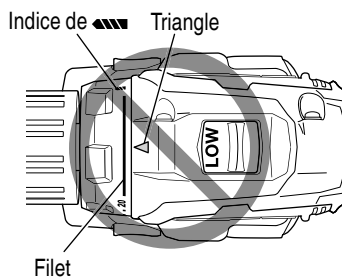

Fig. 12
- N'utilisez pas l'outil avec le sélecteur de débrayage positionné entre le chiffre "20" et la ligne au centre du symbole du foret "▲", vous risqueriez de l'endommager (Voir Fig. 12).